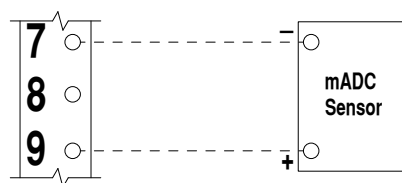

FIGURE 17
- d. mADC (See Fig. 17)
- b. mADC sensor input (See Fig. 17).